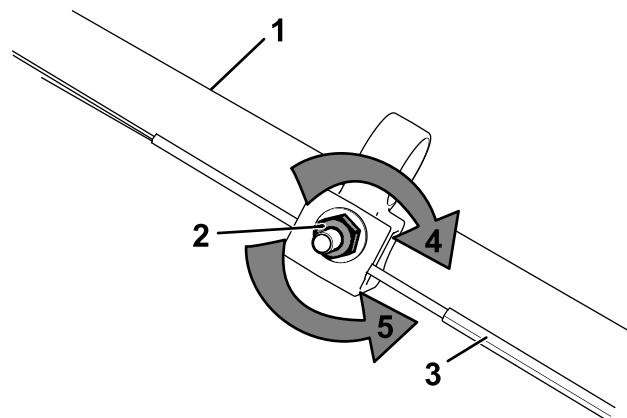

Figura 34
1. Gire la tuerca de ajuste en sentido antihorario para aflojar el ajuste del cable (Figura 34).
2. Ajuste la tensión del cable (Figura 34) tirando del mismo hacia atrás o empujándolo hacia adelante, y sujetelo en esa posición.